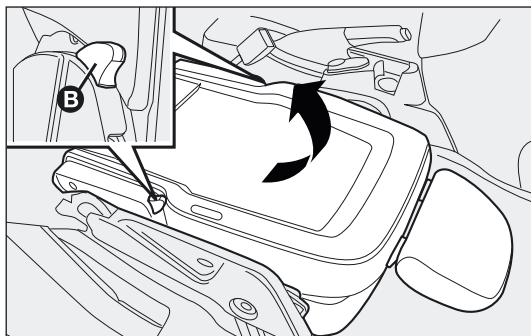

fig. 26
- ☐ bedien de hendels B-fig. 26 en trek de stoel verder omhoog.